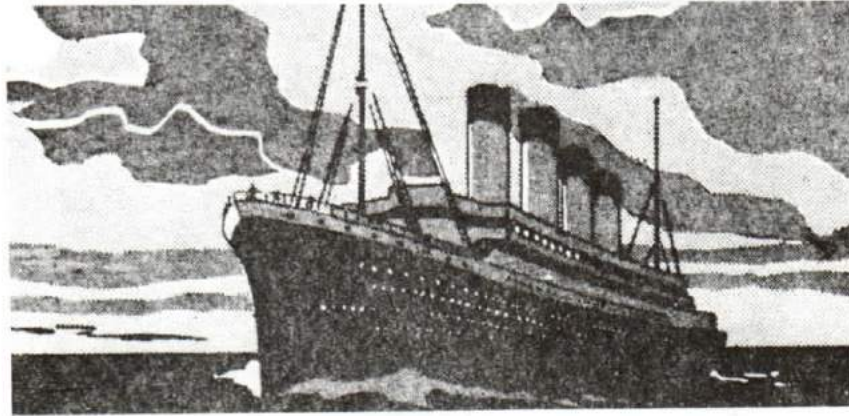

Figure 3-5
1. In April, 1912, the new British passenger liner *Titanic*, see Figure 3-5, was in the North Atlantic on her maiden voyage. *Titanic* had been widely publicized as "unsinkable", and the passengers in her, consequently, felt very safe, and were in fine spirits. Even when she struck an iceberg and had a hole 300 feet long torn in her hull, no one really thought she would sink. But she did sink, and over 1,500 people lost their lives.
1. En avril 1912, le nouveau paquebot anglais *Titanic* (voir la figure 3-5) traversait pour la première fois l'Atlantique nord. A grand renfort de publicité, les constructeurs du *Titanic* avaient annoncé que rien ne pouvait le faire couler. Les passagers se sentaient donc en parfaite sécurité et profitaient pleinement de la traversée. Même lorsque le navire heurta un iceberg qui déchira la coque sur 300 pieds de long, personne ne crut que le paquebot pourrait couler. Mais il coula quand même entraînant dans la mort plus de 1,500 personnes.